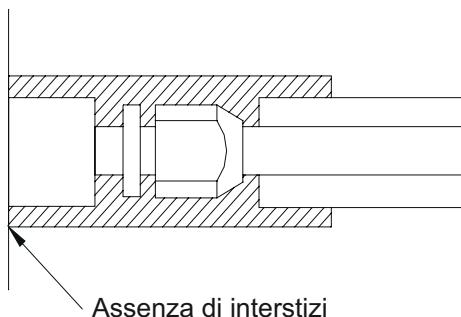

Fig.19
- I raccordi dell'Unità Interna devono essere avvolti con materiale termoisolante; non è permesso alcun interstizio sul raccordo dell'Unità Interna, come mostrato in Fig.19.